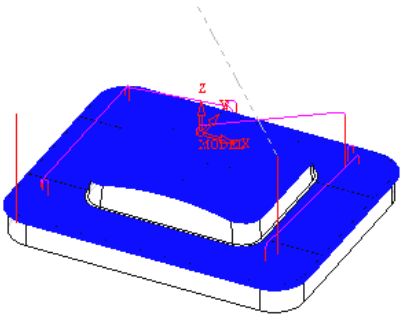

图 3-46 生成的刀具路径（3）
6) 计算刀具路径。完成参数设置后，单击“NC Process Manager”对话框中的保存并计算按钮，运算当前加工程序，此时图形区显示的刀具路径如图 3-46 所示。